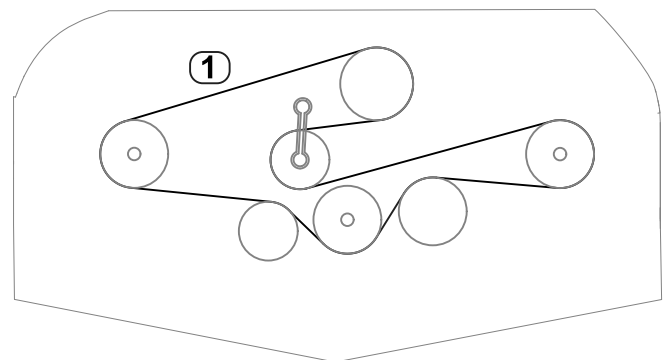

Bild 28
- Verwenden Sie einen Drehmomentschlüssel oder ein ähnliches Werkzeug, um die Umlenkrolle zu halten, und führen Sie den neuen Riemen um die Spindelrollen und die Umlenkrollenanordnung herum, wie in Bild 28 dargestellt.